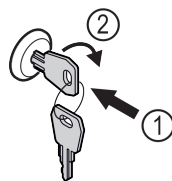

Fig. 110
- ▶ Sæt nøglen i Fig. 110 (1).
- ▶ Drej nøglen 90° med uret Fig. 110 (2).